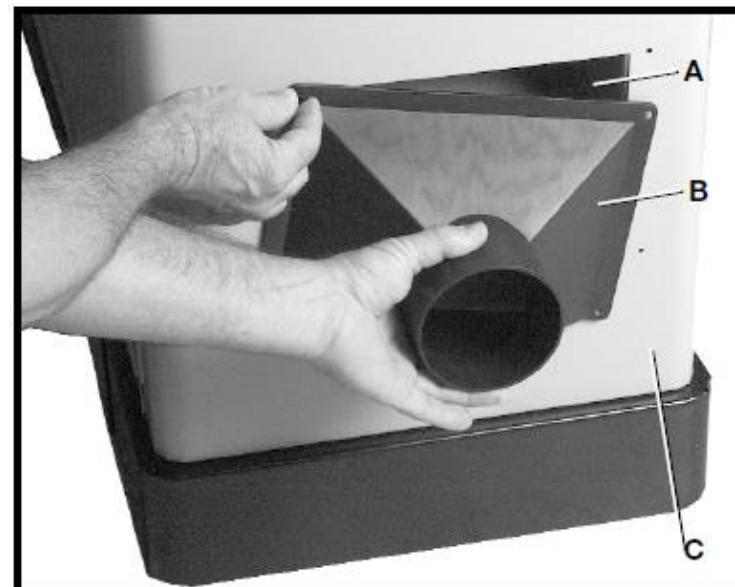

Рис. 13A
Фуговальный станок снабжён встроенный кожух аспирации опилок (A), рис. 13A. Если данный станок должен использоваться с системой сбора опилок, поставляемый соединитель (B), рис. 13A, для системы сбора опилок можно установить на станине фуговального станка (C) четырьмя винтами с шестигранным шлицем #10-16 x 1/2" (не показаны).